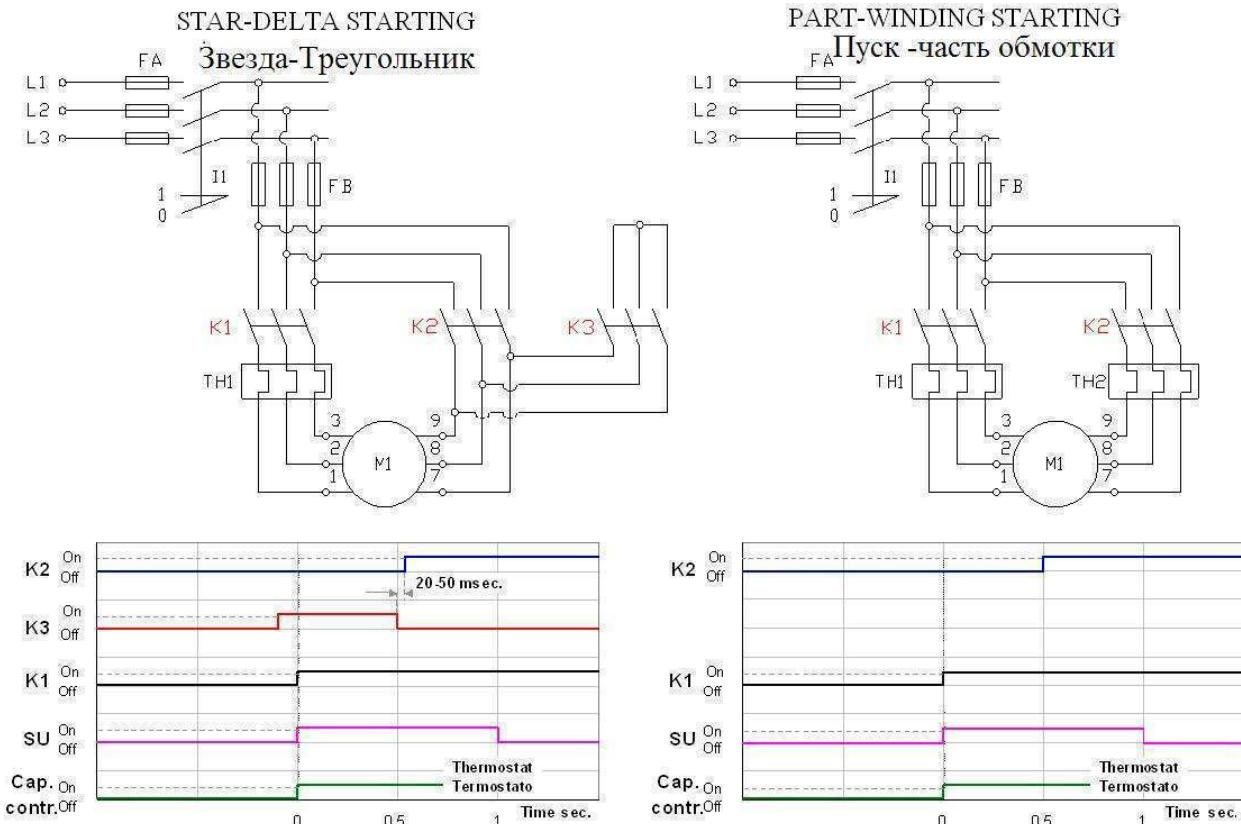

Рисунок 5-3 Схема соединений и время старта для звезда-треугольник и частичной обмотки
- В двигателях PW задержка замыкания пускового контактора K2 с момента замыкания пускового контактора K1 должна быть включена в интервале от 0,3 с до 0,7 с, см. Рисунок 5-3;
- В двигателях Y / Δ, с другой стороны, длительность пуска в конфигурации «звезда» (замыкание контакторов K1-K3) не должна превышать 1,5 с (рекомендуемое значение 0,8 / 1 с); в то время как при переключении в конфигурацию треугольник (замыкание контакторов K1-K2) контактор K2 должен быть замкнут с задержкой 35-50 мс с момента размыкания контактора K3, см. Рисунок 5-3.